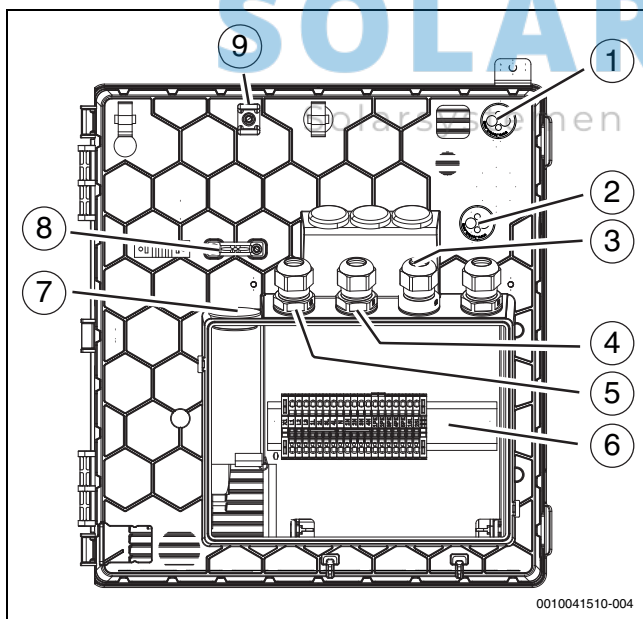

Bild 31 Kabeleinführungen zum Klemmenkasten
Bei Kabeleinführungen (→ Abbildung 31 [1], [2], [7]) genügt ein kleiner Einstich in die Membran, dann können die Leitungen durchgeschoben werden.
- Nach dem Einführen der Kabel die Kabelverschraubungen festziehen (→ Abbildung 31 [3], [4], [5]).
- Die festgelegten Befestigungspunkte [9] für die Befestigung der durch die Einführungen geführten Kabel verwenden (→ Abbildung 31 [1], [2]).